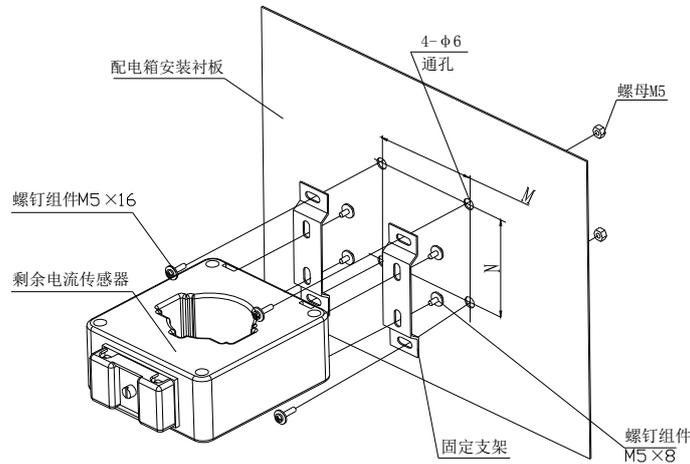
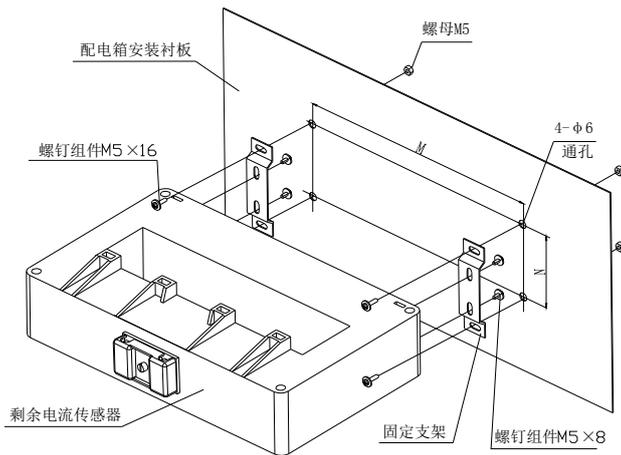
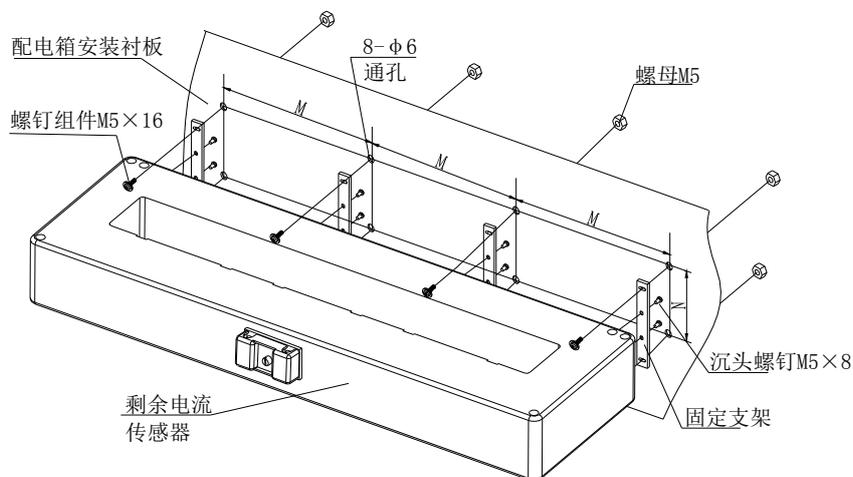
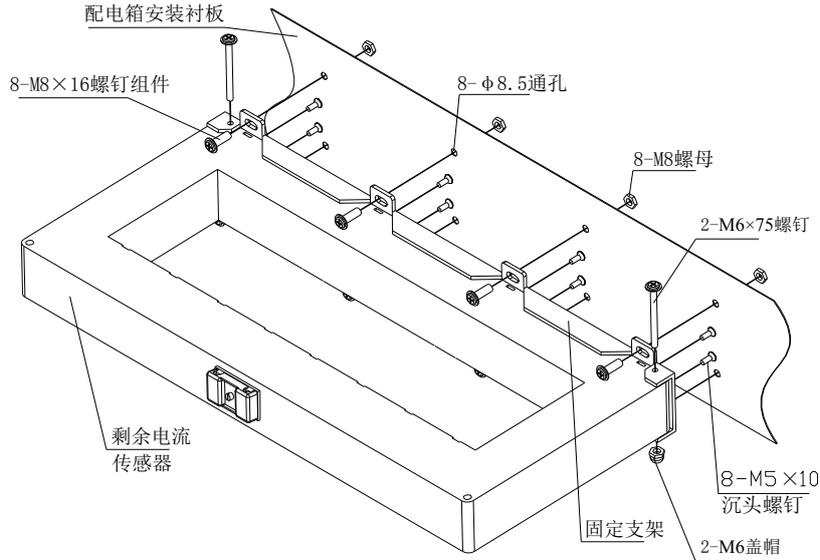

图 2.32 闭口圆孔型传感器安装过程分解图
图 2.33 闭口方孔型传感器安装过程分解图
图 2.34 闭口方孔型（DH-GSTN5600/40F）剩余电流传感器安装过程分解图
图 2.35 闭口方孔型 (DH-GSTN5600/50F) 传感器安装过程分解图
3.4.2 闭口圆孔型传感器安装过程分解图如图 2.32 所示，闭口方孔型传感器安装过程分解图如图 2.33、图 2.34 和图 2.35 所示，M、N 的值见表 2.9 所示。